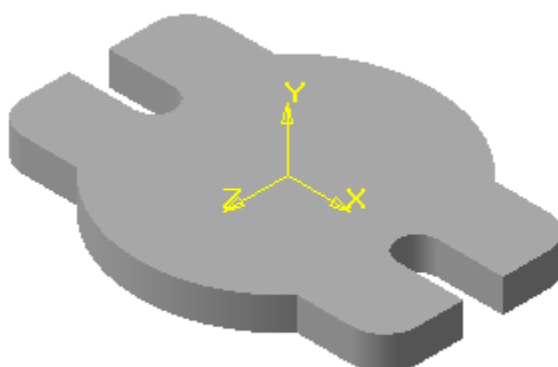

Рис. 3.1.17
14. Знову змініть конструкцію деталі. Виконайте деталь, що має стінку, рівну 2 мм, але скористайтеся операцією **Оболочка**. Відредагуйте елемент **Выдавливание**, прибравши тонку стінку. Деталь прийме первинний вигляд, рис. 3.1.17.